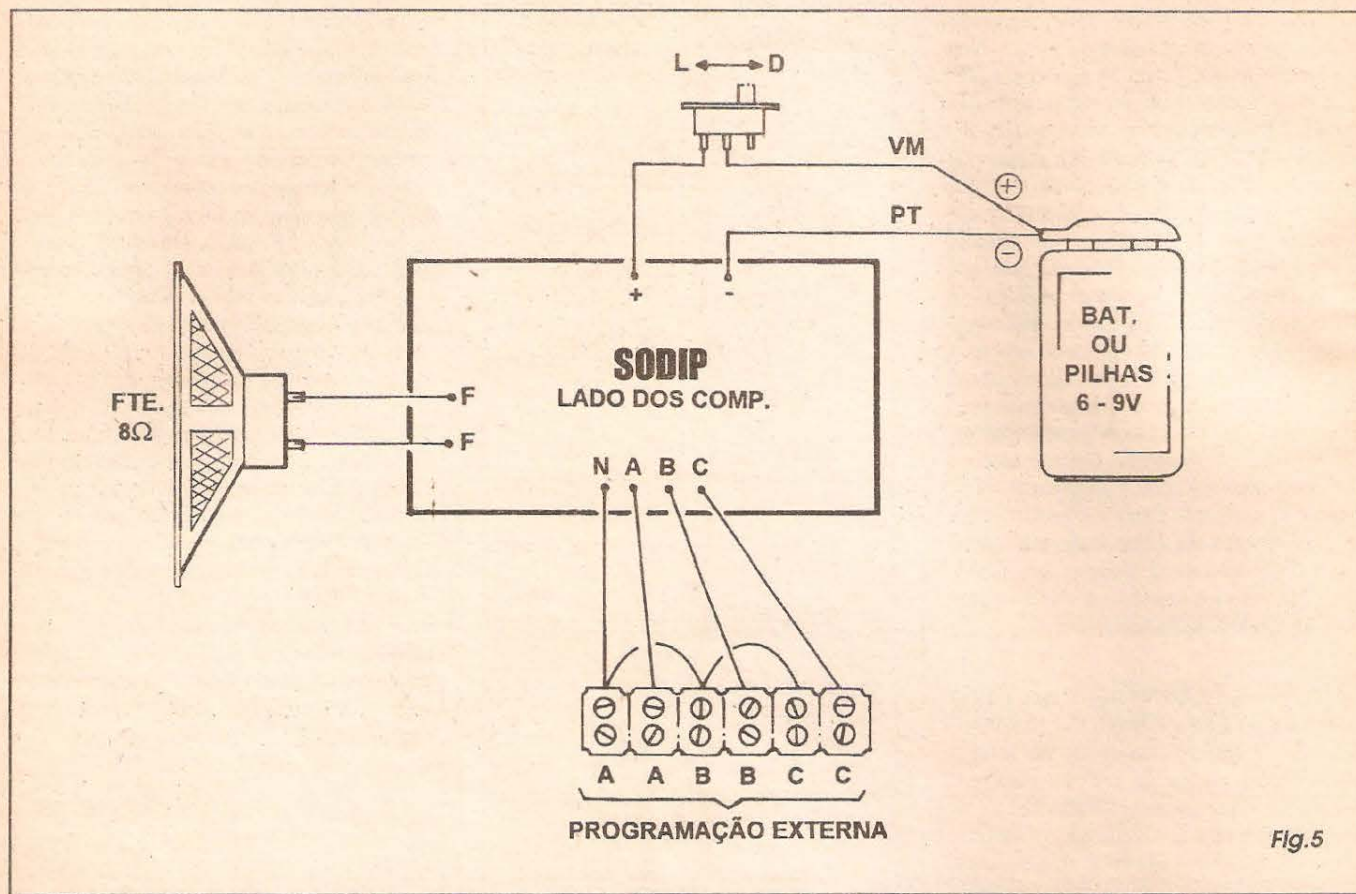

Fig.5
- FIG. 5 - CONEXÕES EXTERNAS À PLACA - As conexões aos importantes módulos de energia, saída e programação do SODIP são vistas no diagrama, que traz a placa ainda pela sua face não cobreada, porém agora com ênfase nas ligações periféricas... Atenção às conexões da alimentação, que são polarizadas, guardando o código convencional de fio **vermelho** para o **positivo** e fio **preto** para o **negativo**... O interruptor geral (chavinha H-H) deve ser intercalado no cabinho do **positivo** (**vermelho**)... Os terminais dos alto-falante podem ser ligados, indiferentemente, aos pontos F-F da placa... O item que demanda maior dose de atenção e cuidado concentra-se nas conexões à barra de programação externa, ou seja: o conjunto de terminais parafusáveis tipo *Sindal*... Notar que os 6 segmentos da barra podem ser divididos em três pares (A-A, B-B e C-C...). O ponto N da placa deve ser ligado a *um* dos segmentos de *cada um* desses três pares... Os segmentos restantes são ligados, pela ordem, aos pontos A-B-C da placa, devendo todas as ligações serem feitas com cabinho isolado flexível... Se o leitor/*aluno* pretender *agasalhar* o circuito numa caixinha específica, deverá considerar os comprimentos da fiação em função das dimensões e formas do *container*, porém *sempre* (como recomendamos à exaustão...) procurando manter os condutores tão curtos quanto o permitir a instalação/acomodação definitiva...